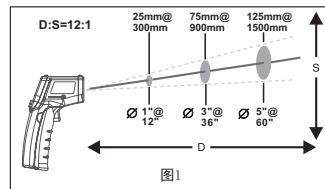

图1
- 使用本机测量温度时,要注意考虑距离与测量区域大小之间的比率(简称物距比)。当本机与被测物体的距离增大时,测量区域也会相应增大。本测温仪物距比为12:1(如图1)